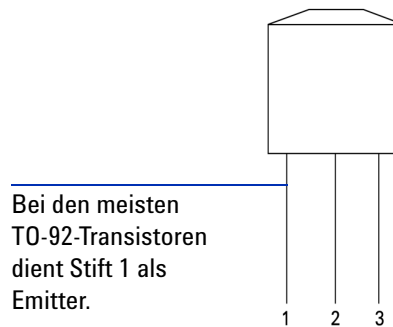

Abbildung 5-7 TO-92-Transistor
- 3 In diesem Beispiel verwenden wir einen BJT mit TO-92-Paket, wie in Abbildung 5-7 dargestellt.